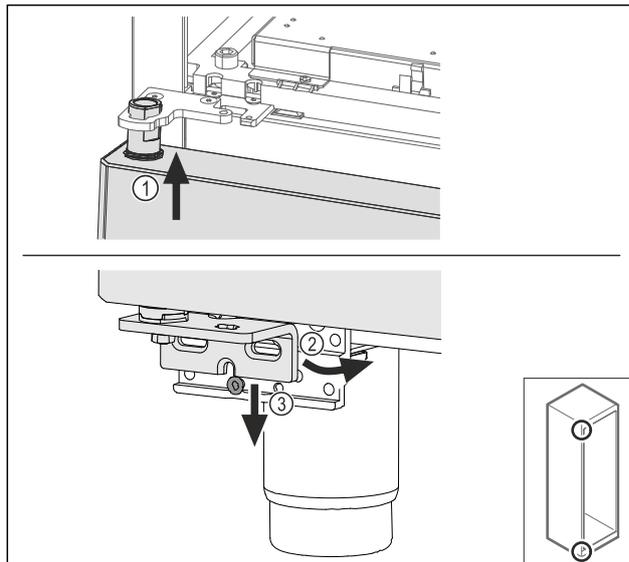

Fig. 68
- ▶ Futni derën të anuar paksa në pjesën lart Fig. 68 (1), vendosni derën drejt Fig. 68 (2) dhe mbështeteni poshtë mbi vidën e bazamentit mbështetës Fig. 68 (3).